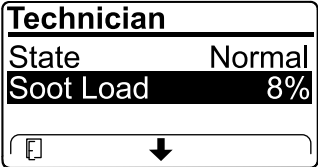

Bild 35
- Zeigen Sie die Rußlast an, die als Prozentsatz des Rußes im Dieselpartikelfilter (Bild 35) gemessen wird, siehe Tabelle für die Rußlast.